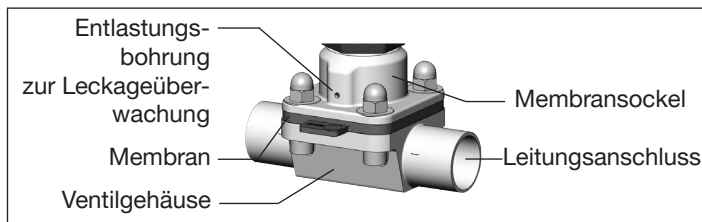

Bild 18: Entlastungsbohrung
- Regelmäßige Kontrolle der Entlastungsbohrung (siehe „Bild 18“)